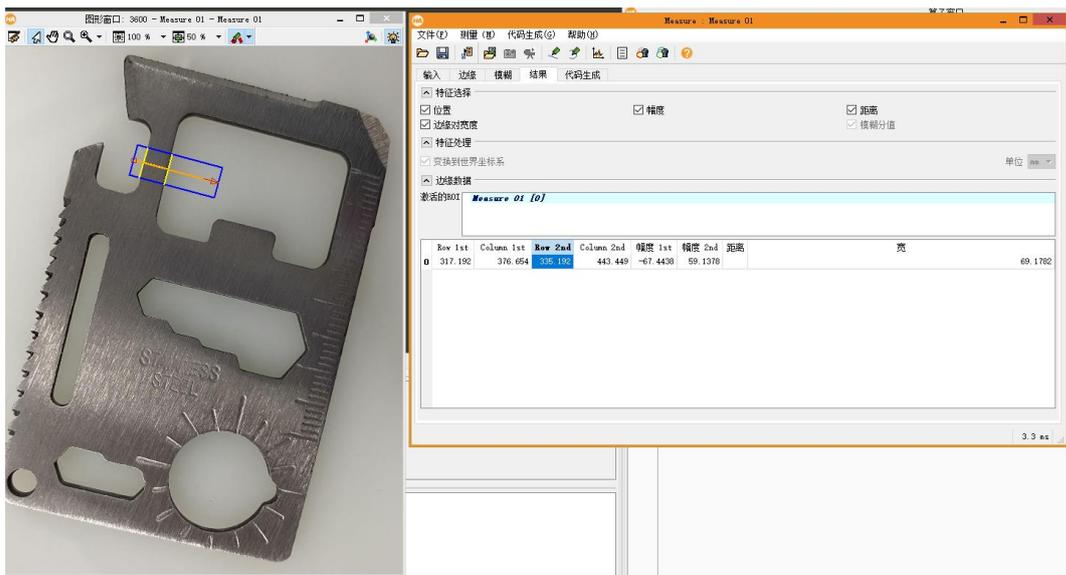

图 3-8 “结果”选项卡
③ 切换到“结果”选项卡, 显示当前参数设置下的测量结果, 如图 3-8。“宽”表示边缘内两边缘的距离, 本例中该数据就是我们的测量目标; “距离”表示连续边缘对之间的距离, 本例中只有一对边缘, 所以此参数为空。